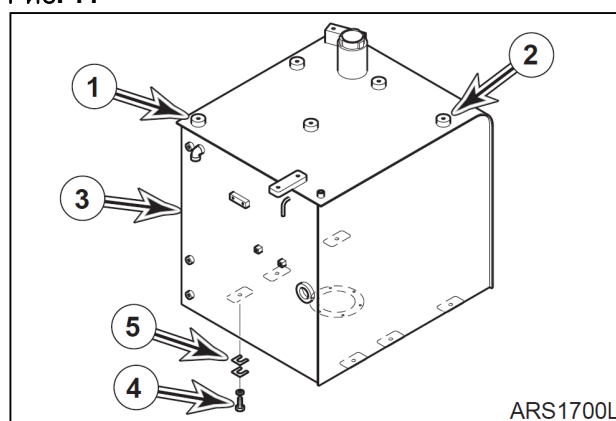

Рис. 12
22. Вынуть шесть болтов и гаек (4, рис. 12), которыми бак (3) прикреплен к раме. Поднять бак на 25 мм и убедиться, что он висит. Убедиться, что к баку не подсоединены никакие другие электрические провода или шланги. После осмотра нужно полностью снять бак.
23. Снять подкладки (5, рис. 12).